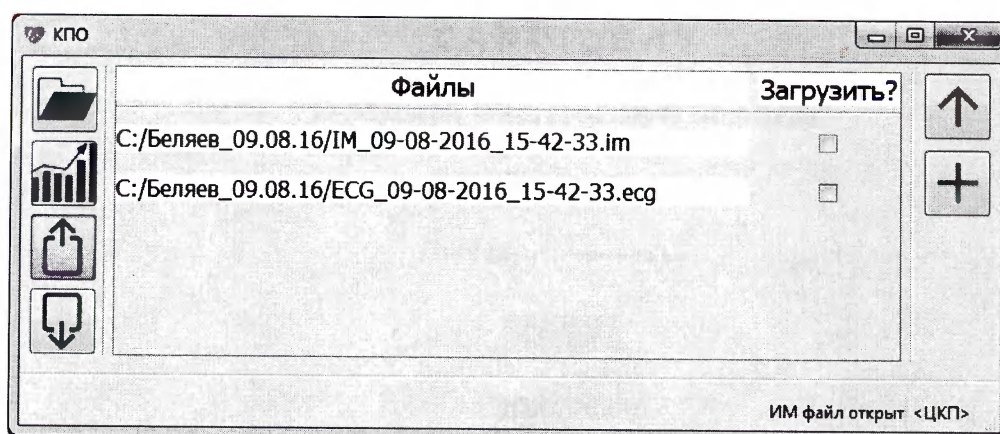

Рисунок 60 - Отправить файлы
- Если нажать на кнопку «Отправить файлы» (квадратик и стрелка вверх в панели слева), то откроется вкладка отправки файлов (рисунок 60). В этой вкладке отображается список текущих, открытых в данный момент файлов, которые можно загрузить на ЦКП. В колонке «Загрузить?» необходимо проставить галочки